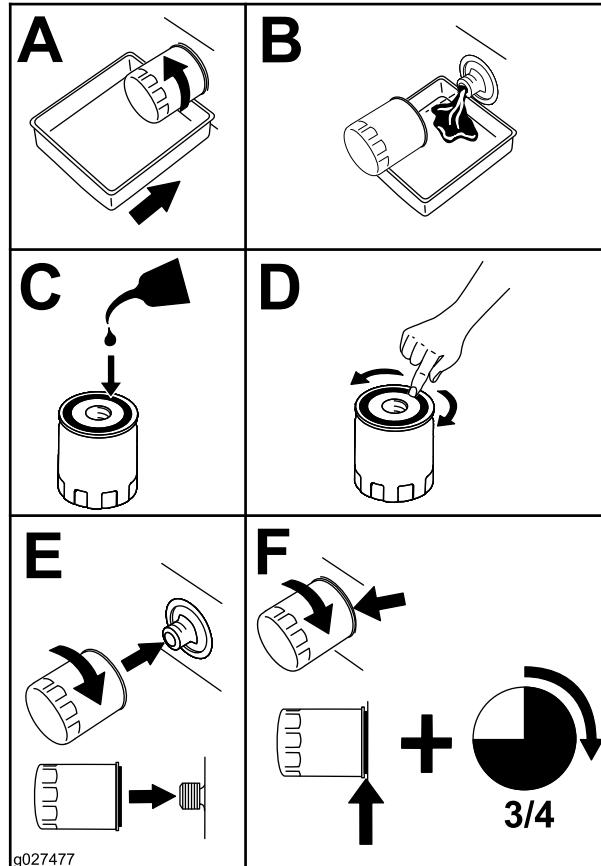

Figura 56
2. Sustituya el filtro de aceite del motor (Figura 56).